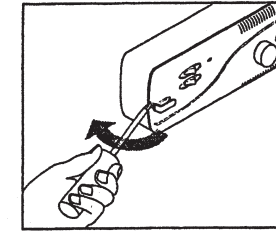

Fig. 2a :
- 1 Rimuovere la mascherina dopo avere tolto il coprivi e le due viti (vedere Fig. 2a & b).